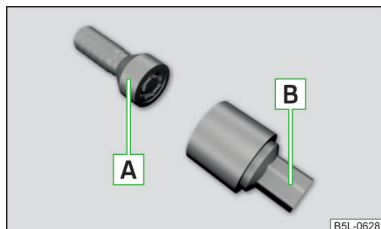

Fig. 232
Șuruburile de roată antifurt protejează roțile împotriva unui furt. Acestea pot fi » **fig. 232 desfăcute/strânse** numai cu adaptorul **[B]**.
- » Introduceți adaptorul **[B]** » **fig. 232** în șurubul de roată antifurt **[A]**, până la capăt.
- » Introduceți cheia de roți pe șurub până la capăt. Utilizați pentru șuruburile de roată antifurt adaptorul corespunzător » **fig. 232 la pagina 205**.